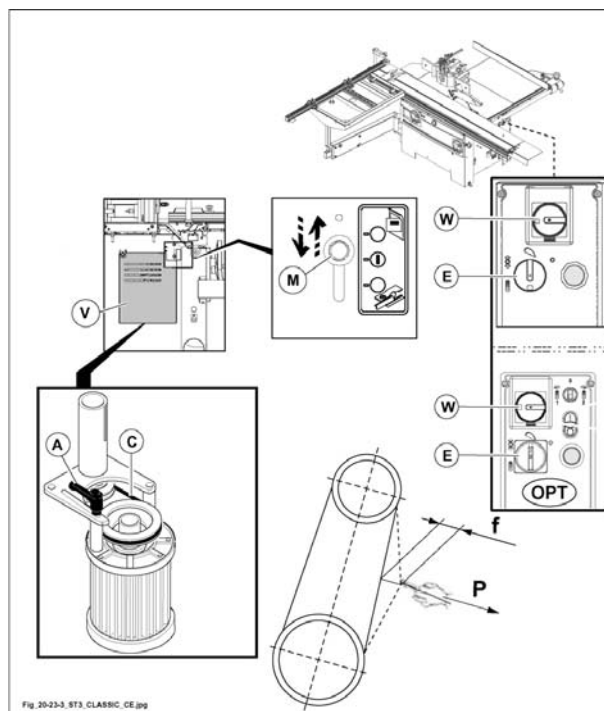

Fig. 20-23-3
- Ruotare il selettore (E fig. 20.23.3) sul simbolo ().
- Sbloccare il freno motore toupie ruotando il selettore (W fig. 20.23.3) in posizione "I".
- Sollevare la leva (M fig. 20.23.3) (agisce su un micro che impedisce l'avviamento del motore).
- Aprire lo sportello (V fig. 20.23.3).
- Allentare la maniglia a ripresa (A fig. 20.23.3) e agire sul motore per tensionare la cinghia (C fig. 20.23.3).
- Stringere la maniglia (A fig. 20.23.3) a regolazione eseguita.
- Chiudere lo sportello (V fig. 20.23.3).
- Abbassare la leva (M fig. 20.23.3).